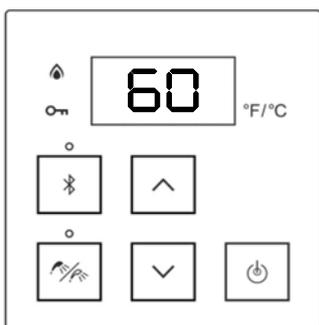

Figura 81
13. La pantalla muestra "60" (Figura 81), lo que indica el tiempo de lavado restante en minutos. El número disminuye en 1 cada minuto. Si por alguna razón es necesario pausar el lavado, detenga la bomba. El número en la pantalla no disminuye mientras la unidad no detecta flujo de agua. Cuando se reanuda el funcionamiento de la bomba, el tiempo de lavado restante también continúa disminuyendo.